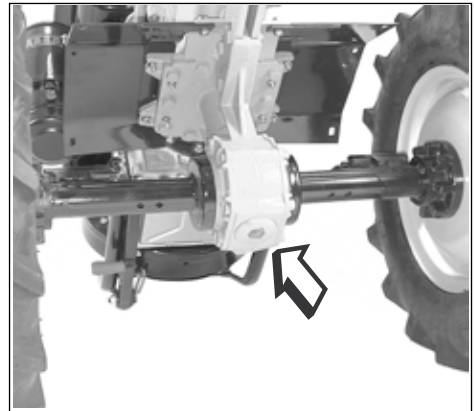

Fig. 17 - Şanzıman kutusu yağ boşaltma tapası.
- 1) Şanzıman kutusundaki yağı değiştirin. Bu işlem, motor sıcakken, düz bir yüzeyde yapılmalıdır. Yağın tapadan (A) akmasına izin verin (Fig. 17) ve seviye çubuklu tapadan (T) yeni yağ doldurun. Yağlama Tablosunda gösterilen tipte ve miktarda yağ kullanın.
- 1) Tapa (T) yolu ile şanzıman kutusu yuvasındaki yağ seviyesini kontrol edin. (Fig. 17)